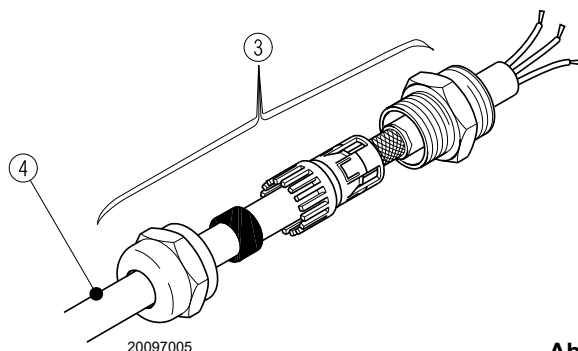

Abb. 24
- Unter Benutzung des Anschlussstücks 3) die Abschirmung des vom VSD (Inverter) kommenden Kabels 4) wie in Abb. 24 dargestellt durchführen